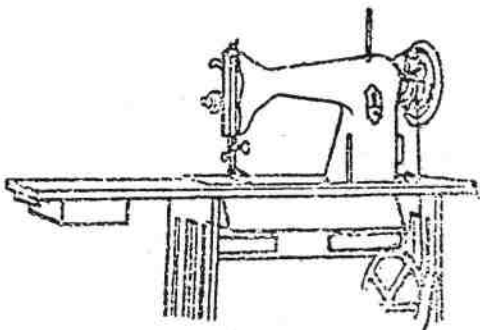

图 1-10 一斗平板式缝纫机
1. 一斗平板式 这种缝纫机价格低廉,经济实用(图 1-10),但工作面不大,机头固定在台板上方。广泛使用于农村、城镇家庭或小型工厂。